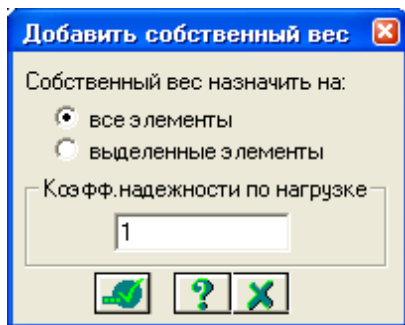

Рис.4.17. Диалоговое окно **Добавить собственный вес**
- С помощью меню **Нагрузки** ⇒ **Добавить собственный вес** вызовите диалоговое окно **Добавить собственный вес** (рис.4.17).